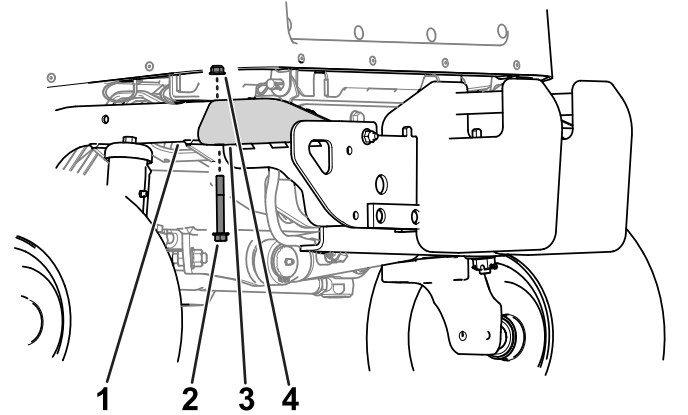

Figure 15
1. Retirez le boulon à embase (3/8" x 3") et l'écrou à embase (3/8") qui fixent chaque côté du pare-chocs aux tubes de cadre arrière (Figure 15).